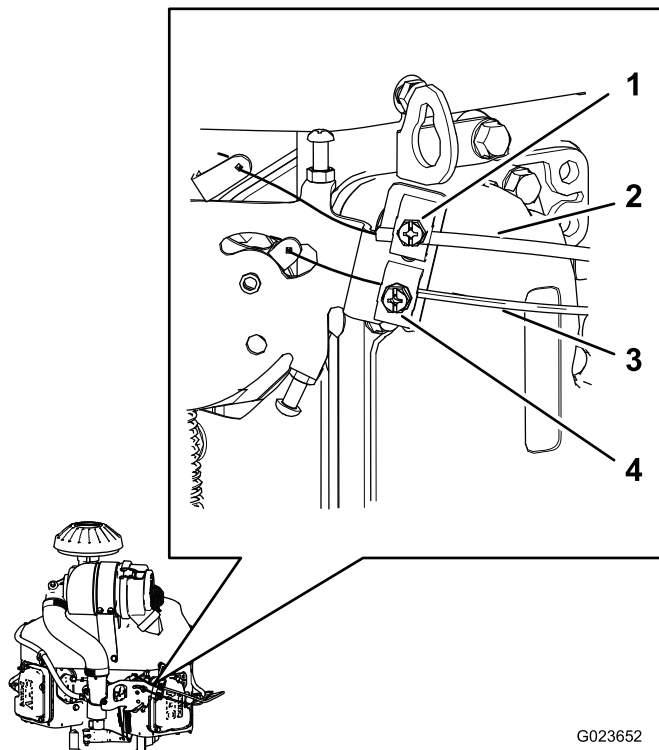

図 65
2. スロットルケーブルのハウジングをエンジンに固定しているクランプのねじをゆるめる 図 65。
4. スロットルケーブルのハウジング 図 65を引いてスロットルケーブルのたるみをほとんどゼロにし、その状態でクランプねじを締めつける。
2. チョークケーブルのハウジングをエンジンに固定しているクランプねじをゆるめる(図 65)。
5. チョークケーブルのハウジング 図 65を引いてチョークケーブルのたるみをほとんどゼロにし、その状態でクランプねじを締めつける。